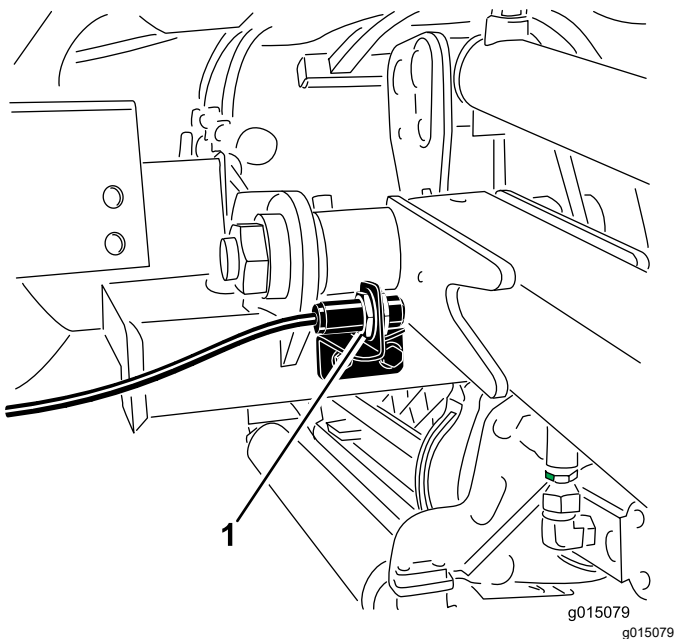

Bild 60
3. Lösen Sie die Befestigungsschrauben des Schalters (Bild 60) und schieben Sie den Schalter nach oben, um die Wendehöhe des Hubarms zu erhöhen, oder schieben Sie den Schalter nach unten, um die Wendehöhe des Hubarms zu verringern. Ziehen Sie die Befestigungsschrauben fest.